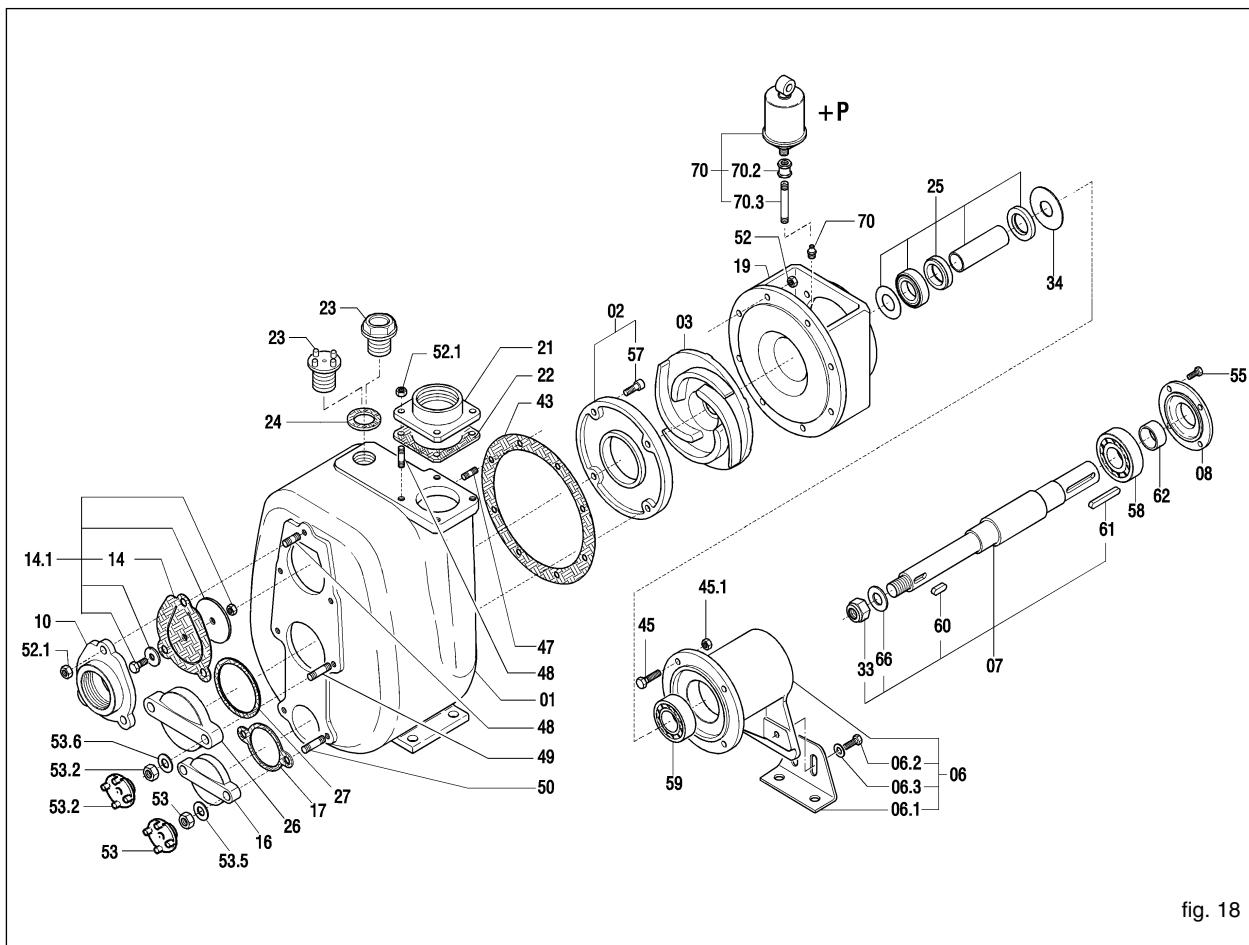

fig. 18
12.2 De rotor vervangen (fig. 18)
- De moeren (52) losdraaien en het pomphuis verwijderen zonderde de pakking (43) te beschadigen.
- Blokkeer de rotor (03) en schroef de borgmoer (33) los.
- Vervang eventueel de pakking (43).
12.3 Vervanging van de slijtplaats (fig. 18)
- De schroeven met verzonken zeskantige kop losdraaien (57).
- De slijtplaten verwijderen en vervangen (02).
12.4 Vervanging van de klep (fig. 18)
- Verwijder de klephouder (10).
- Verwijder de klep (14).
- Maak de klepzitting van de klephouder (10) schoon en hermonteer.
12.5 Vervanging van de dichting type 1 of 2 (zie fig. 18, 19, 20)
- Blokkeer de rotor (03) en verwijder de borgmoer (33).
- Verwijder de motorhouder (19). Samen met dit element wordt automatisch ook het roterende deel van de dichting (40) verwijderd dat op het tussenstuk (31) is gemonteerd.
- Haal de tegenbekleding (39) met de bijhorende pakking (38) uit de motorhouder.
- Demonteer de oiledichting (41).
12.7 Onderhoud van de lagers (fig. 18)